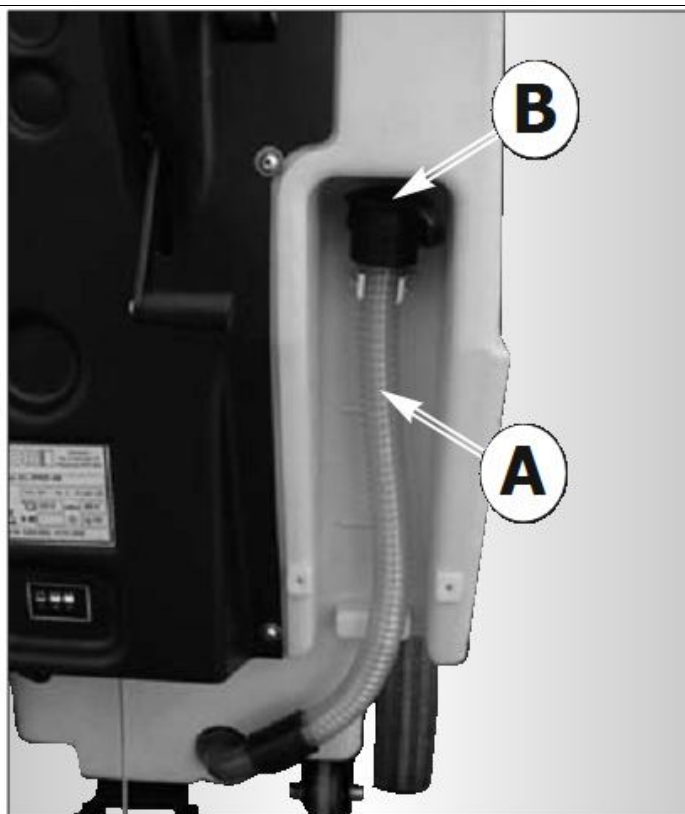

Рисунок 28
Уровень заполнения рабочего бака можно контролировать через прозрачный шланг в задней части машины (рисунок 28 – A).
Опорожнение рабочего бака осуществляется с помощью прозрачного шланга в задней части машины (рисунок 28 – А).
- Снимите со шланга колпачок (рисунок 28 - В) и дождитесь полного опорожнения бака.